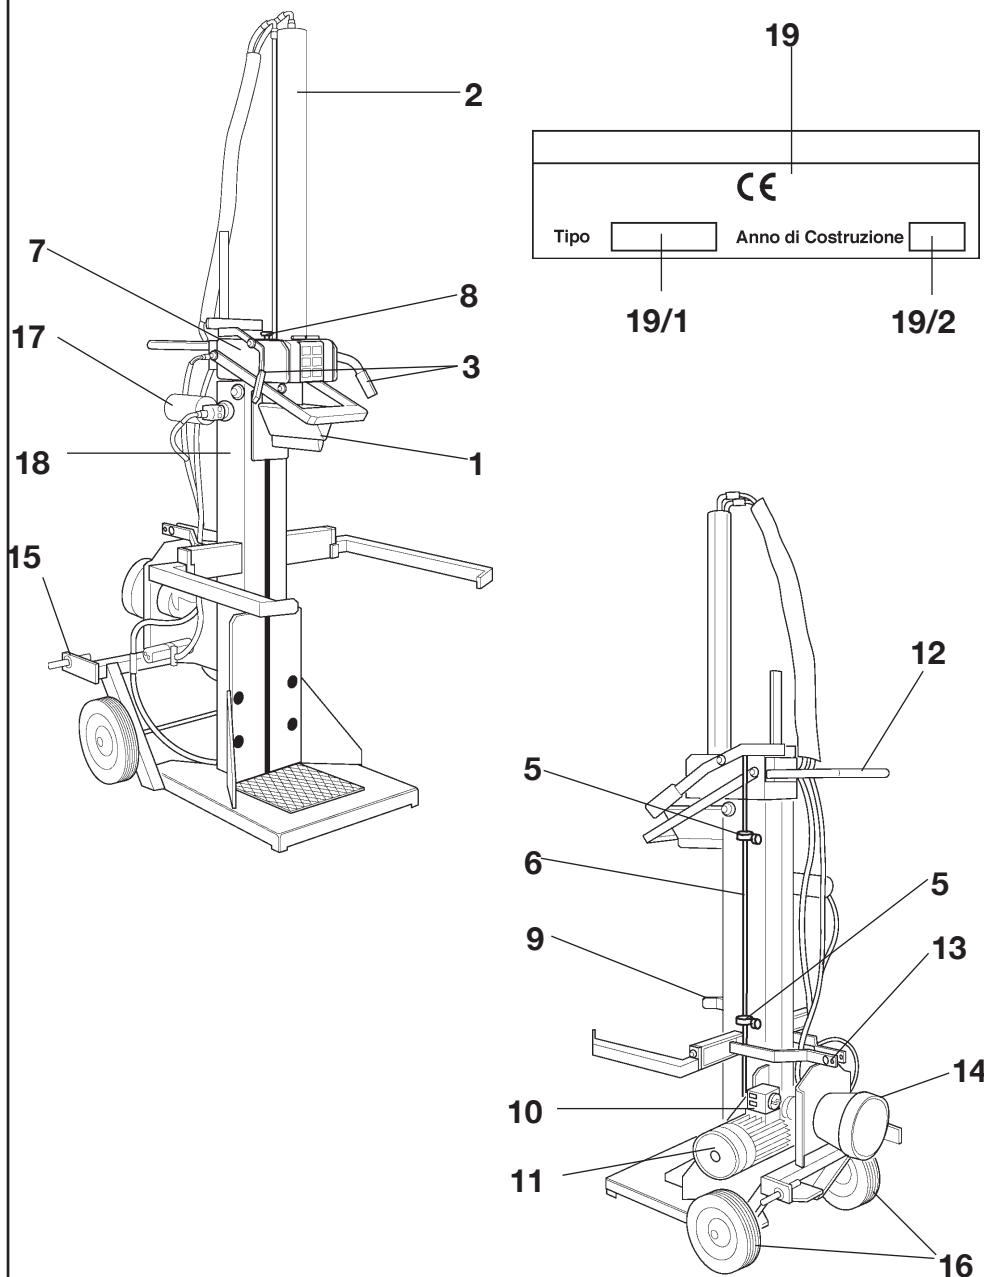

Fig. 1 - Astilladora Mod. 110+PTO de funcionamiento eléctrico y con unión a los tres puntos del tractor (es la versión más completa)
- 2) Den Ölstand im Tank anhand des Meßstabes im Füllrohr (8 Abb. 1) kontrollieren und, wenn nötig, auffüllen.
- 3) **Elektrisch betriebene Modelle.** Die Steckdose des mitgelieferten Netzkabels anschließen. Den Stecker in die Dose stecken und die Stromversorgung durch Betätigen der grünen Taste (10 Abb. 1) herstellen. **Den Holzspalter mit Dreipunktanschluß** am Dreipunktgestänge des Schleppers befestigen, die Kardanwelle ordnungsgemäß einführen und die 540 UpM-Zapfwelle einschalten.
Nach Starten des Holzspalters stellt sich das Messer in die Stellung mit der größten Öffnung; der Abstand zwischen dem Messer und dem zu spaltenden Holzklotz ist mit der Stellmutter (5 Abb. 1) regulierbar.
- 5) Den Klotz mit den beiden Spannklaue (9 Abb. 1) sperren, damit er nach dem Schnitt nicht fällt.
- 6) Nach der Positionierung des Holzklotzes die Hebel (3 Abb. 1) niederschieben, das Messer senkt sich nun, bis der Holzklotz durchgeschnitten ist. Nach Freigabe der Hebeln (3 Abb. 1) fährt das Messer wieder in die Stellung der max. Öffnung hoch.
Der Holzspalter ist so ausgelegt, daß der Abwärtshub des Messers nur dann angesteuert wird, wenn sich beide Hebel (3 Abb. 1) in niedergeschobener Stellung befinden, damit der Benutzer gezwungen ist, die Maschine mit beiden Händen zu bedienen.
- 7) Zur Freigabe des Klotzes nach der Spaltung die zwei Spannklaue (9 Abb. 1) auseinanderschieben.
Die elektrischen Modelle werden durch Betätigen der roten Taste über dem E-Motor gestoppt (10 Abb. 1), bei den Modellen mit Zapfwellenantrieb die Zapfwelle ausschalten, den Schleppermotor abstellen und die Kardanwelle abkuppeln.
- 1) **Den Hydraulikölstand** anhand des Füllrohr-Meßstabes (8 Abb. 1) mit Max.-Markierung überprüfen.
- 2) **Die kippbare Säule** (18 Abb. 1) in regelmäßigen Zeitabständen einfetten.
1.2 DESCRIPCION DEL ASTILLADORA (Fig. 1)